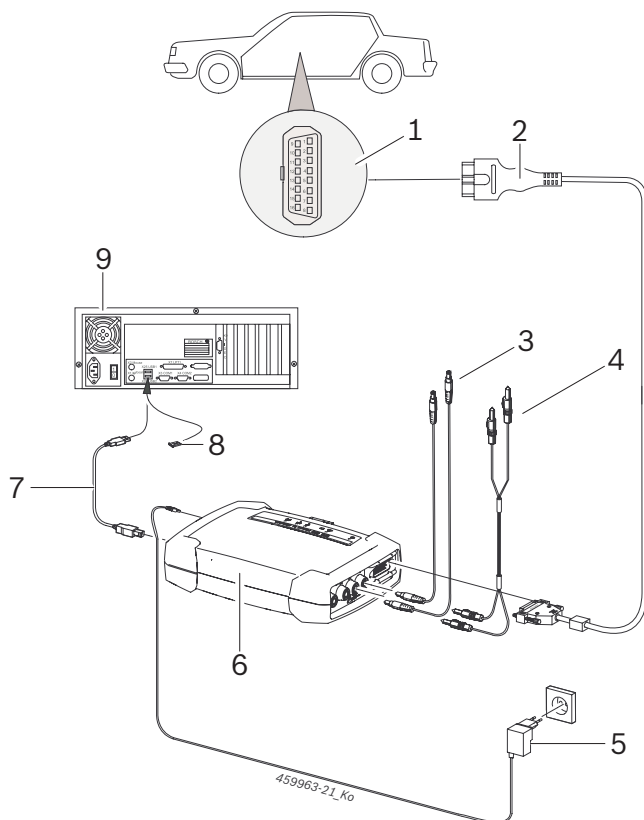

Fig. 6: Schema di collegamento d'esempio del prodotto KTS 590
- il cavo di collegamento OBD (fig. 6, pos. 2) o